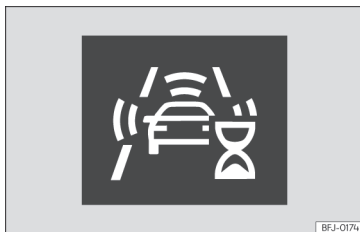

Abb. 157 Am Bildschirm des Kombi-Instruments: Anzeige der ersten Selbstkalibrierung des Systems.
- In den ersten Momenten nach dem Einschalten der Zündung, aufgrund der ersten Selbstkalibrierung des Systems. Während dieser Zeit wird ein Statussymbol angezeigt **»» Abb. 157.**